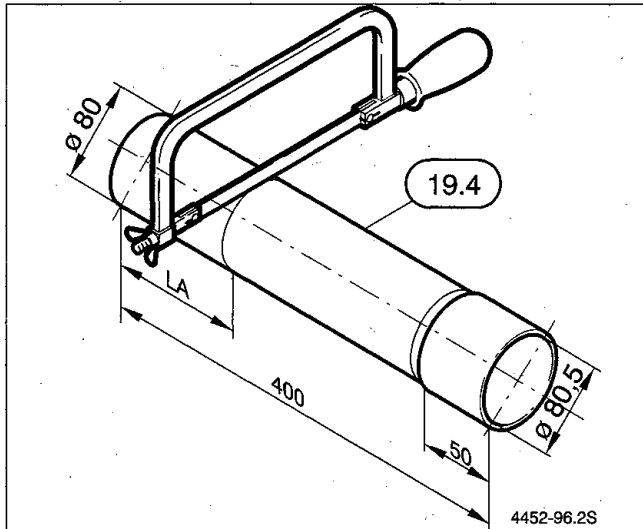

Bild 18
- Längen Sie das Abgasrohr (19.4) auf das Maß „ L_A “ rechtwinklig ab und entgraten Sie die Schnittkanten (Bild 18).